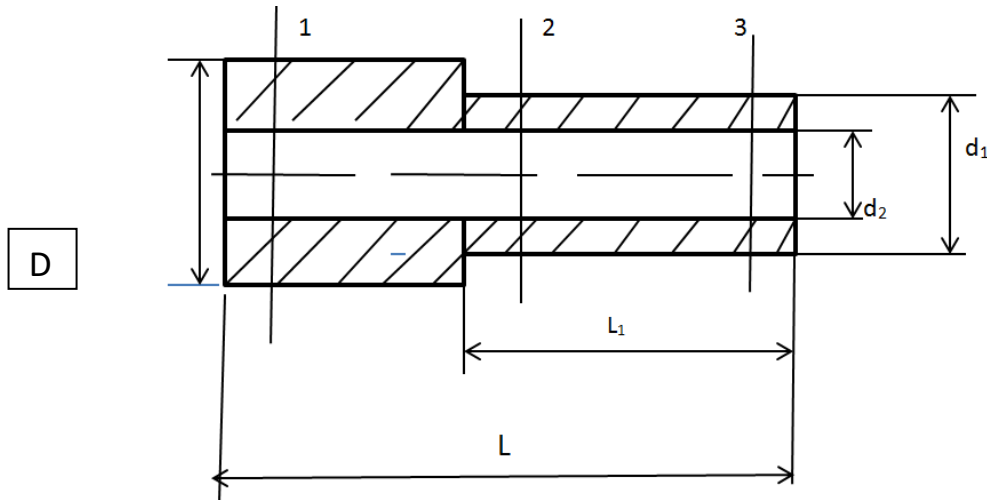

Рисунок 1 Чертеж ступицы
**Задание 8** Оценить показатели качества ступицы, выбрав технические средства измерения (штриховые, концевые меры и др.) соответствующие показателям точности изделия. (рис.1, табл.1)